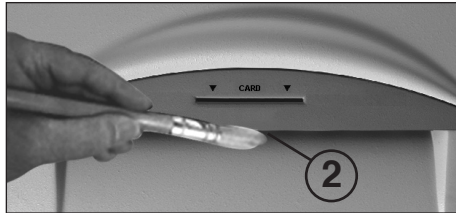

Рис. 4
### ЧИСТКА СВЕТОДАТЧИКА (Рис. 4):
Вы можете удалить эти кусочки бумаги, то есть очистить светодатчик, тем что Вы введёте во входной паз новый лист бумаги, или Вы переключите направление вращения режущего механизма на обратное, удалите остатки бумаги и с помощью кисточки очистите оба "глаза" светодатчика (2) (рис. 4).